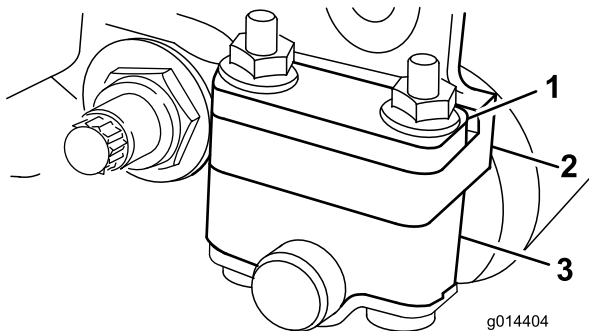
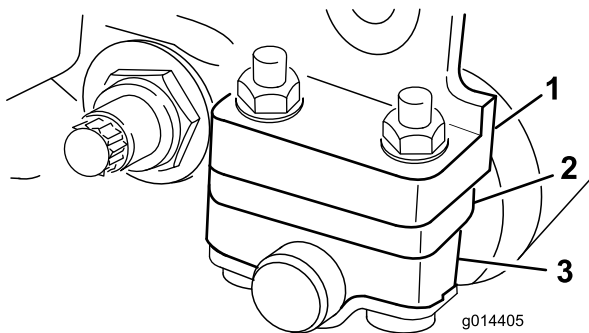

Figura 3
Figura 4
1. Regolate le staffe del rullo posteriore nella posizione superiore o inferiore, secondo il range di altezze di taglio preferito (Figura 3 e Figura 4).
- Con un range di altezze di taglio da 1,6 mm a 6,4 mm collocate il distanziale sopra la flangia di montaggio della piastra laterale (impostata in fabbrica)(Figura 3).
- Con un range di altezze di taglio da 3 mm a 25 mm collocate il distanziale sotto la flangia di montaggio della piastra laterale (Figura 4).